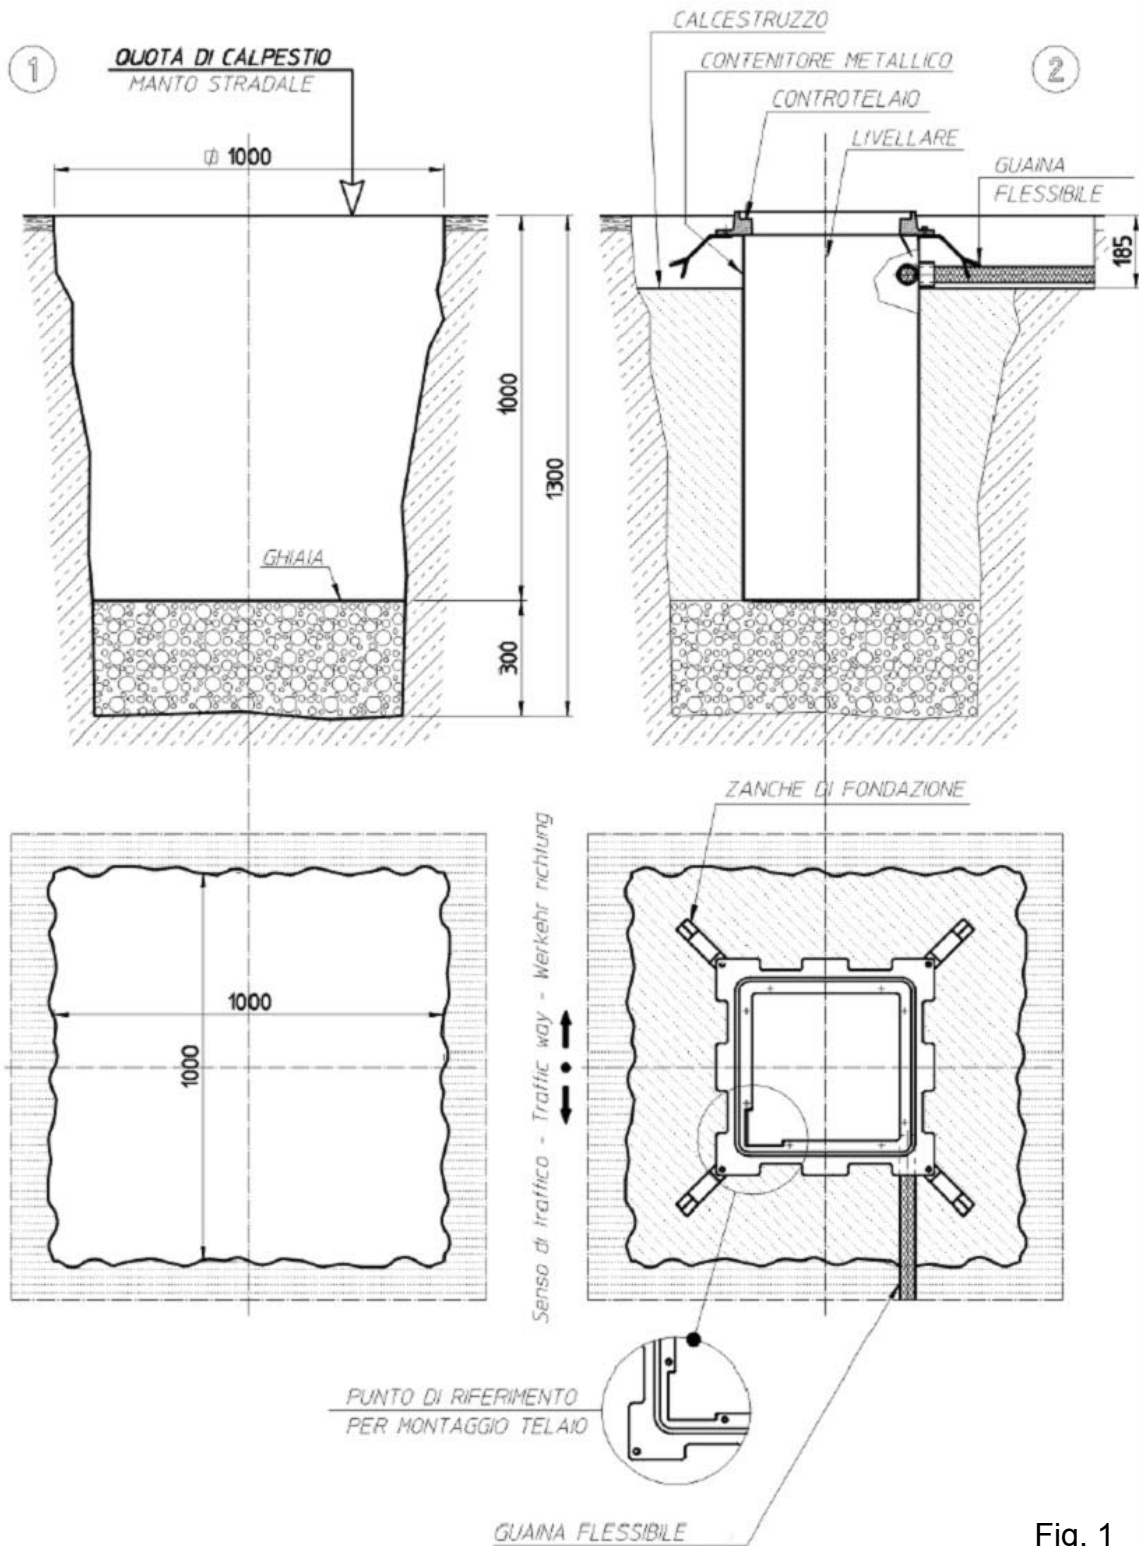
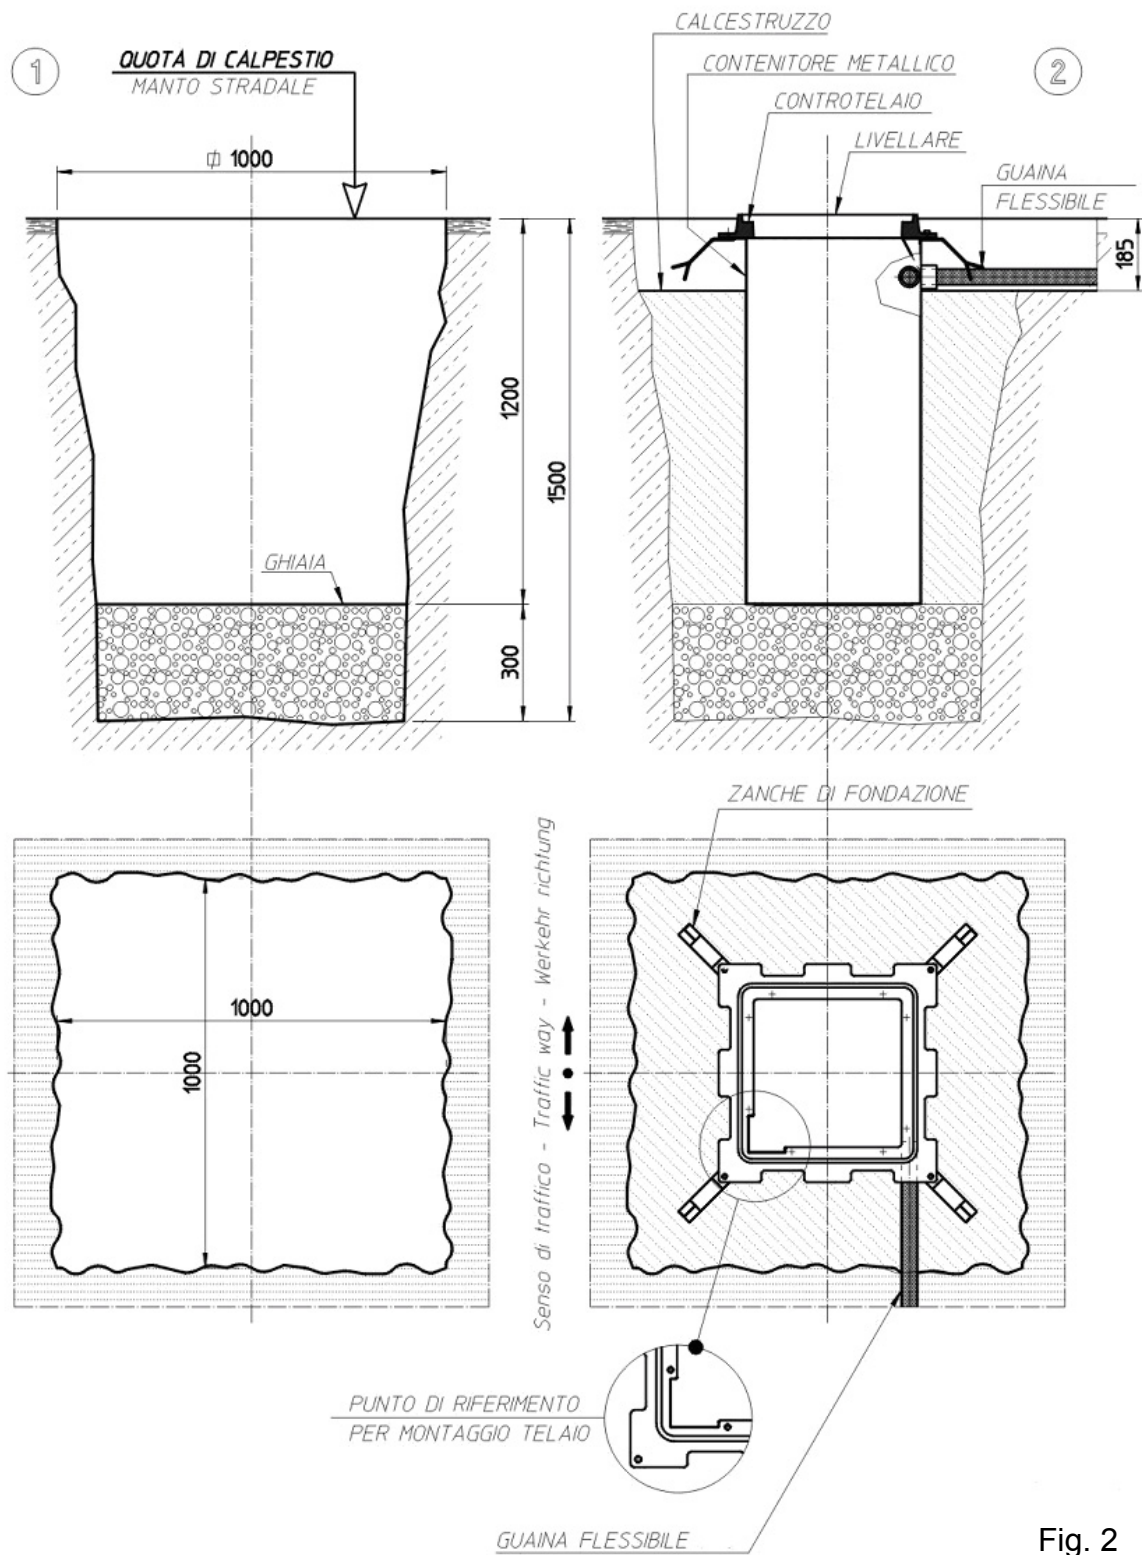

Fig. 1
Fig. 2
- 2) Effettuare lo scavo sino ad una profondità di **1,30 m** circa (275 H600) o di **1,50 m** circa (275 H800); la sezione, deve avere un lato di **1 m** circa (fig. 1 e fig. 2).
- 5) Posare il pozzetto metallico completo di controtelaio, avendo cura di metterlo a piombo. Il livello superiore del controtelaio stesso deve essere posizionato più alto di circa 10mm rispetto alla quota di calpestio (per limitare l'ingresso di acqua piovana nel pozzetto). **Posizionare il pozzetto controllando la posizione del riferimento sul controtelaio in relazione al senso di transito (fig. 1 e fig. 2).**